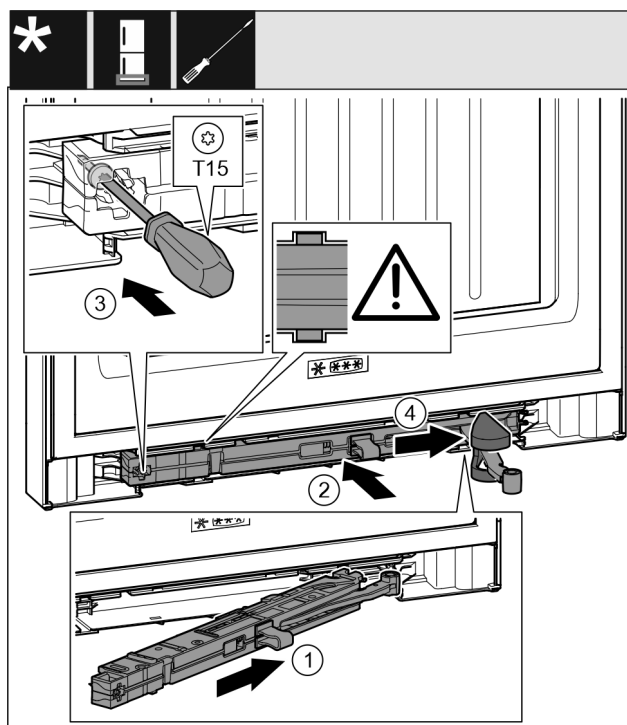

Fig. 52
- ▶ 将托架侧面的关门阻尼单元 Fig. 52 (1) 倾斜插入凹槽直至止挡装置。
- ▶ 将关门阻尼单元 Fig. 52 (2) 完全地推入凹槽。
- ▶ 用螺丝刀拧紧螺钉 Fig. 52 (3)。
- ▶ 将盖板 Fig. 52 (4) 推到铰链上方。